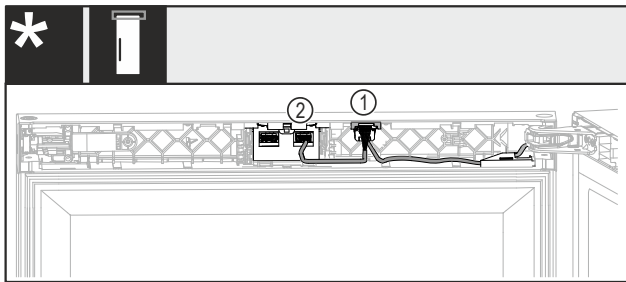

Fig. 45 Без замка або з механічним замком*
- ▶ Вставте штекер з обома кабелями Fig. 45 (1) в напрямляючу.*
- ▶ Закріпіть штекер із кабелем Fig. 45 (2) у правому гнізді.*